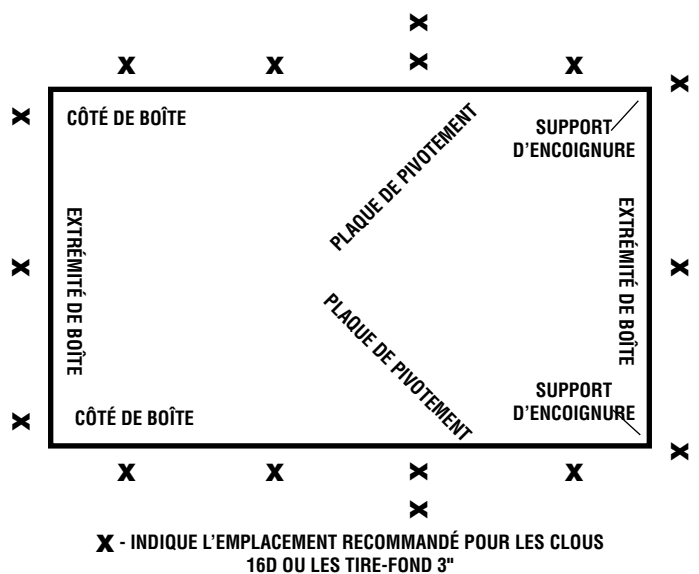

FIGURE 6
B. Clouez les côtés (montants) du cadre d'échelle sur l'encadrement de l'ouverture brute, en utilisant des clous 16d ou des tire-fond de 3". Des trous sont fournis dans les plaques de pivotement et les supports de charnières à piano. Clouez aussi au travers des planches d'extrémité dans les linteaux de l'ouverture brute. Complétez l'installation permanente en utilisant des clous 16d ou des tire-fond de 3" pour fixer le cadre d'échelle sur les quatre côtés de l'ouverture brute selon le diagramme de la FIGURE 6. Utilisez au moins trois fixations espacées régulièrement sur chaque extrémité de boîte, et au moins cinq fixations espacées régulièrement sur chaque côté de boîte. Enlevez les clous 8d plantés et les planchettes utilisées comme support temporaire.